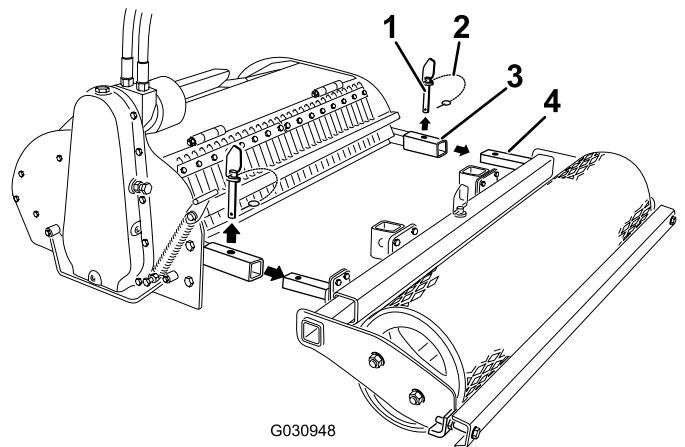

Figura 5
3. Îndepărtați tifturile de asamblare de pe braele cultivatorului (Figura 5).
4. Trageți rola de pe cultivator (Figura 5).